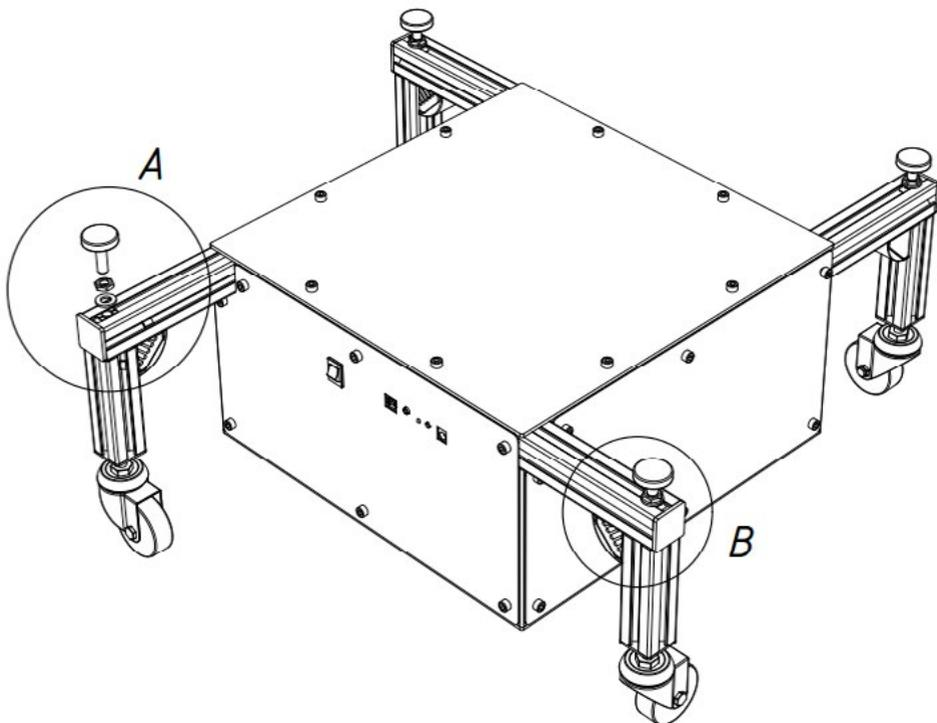

Рисунок 1
1. Переверните стол колёсами вниз (рисунок 1).